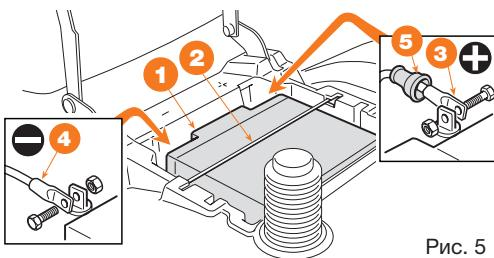

Рис. 5
Батарея ① размещена под сиденьем и придерживается пружиной ② (Рис. 5).
- Подсоедините сначала красный кабель ③ к положительному полюсу (+), а затем черный кабель ④ к отрицательному полюсу (-) при помощи поставляемых винтов, как показано.
- Смажьте зажимы силиконовой смазкой и аккуратно установите в правильное положение защитный колпачок красного кабеля ⑤.